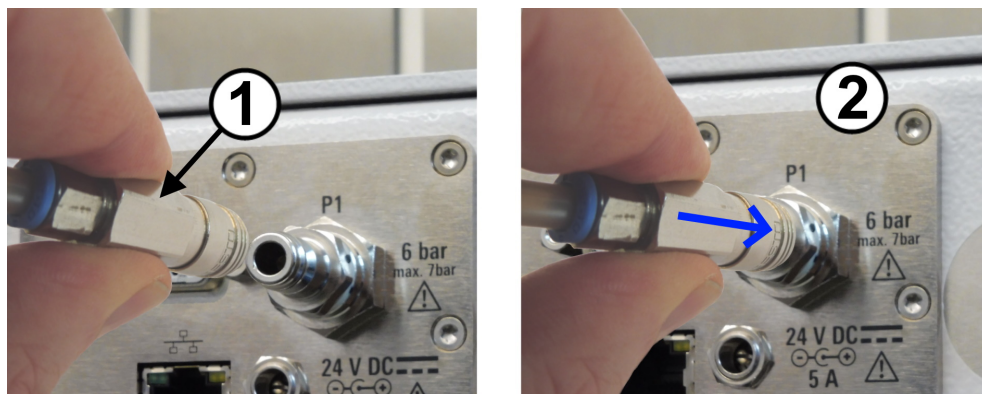

Figura 6-5: Collegare l'alimentazione dell'aria compressa
A tal fine, tenere l'adattatore nella sua parte posteriore (vedere 1 in figura 6-5) e spingerlo sul connettore ad innesto rapido (2).